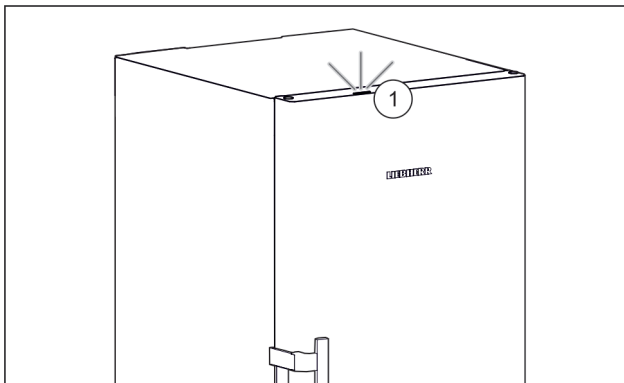

Fig. 51 Luz de estado activa con la puerta cerrada
- ▷ La luz de estado Fig. 51 (1) está activada.